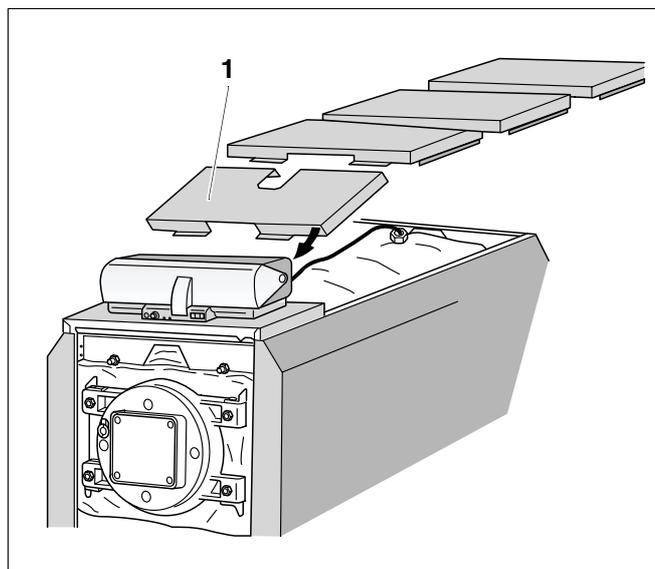

Fig. 20 Posare gli elementi di copertura della caldaia – illustrazione schematica
A partire da 400 kW, il secondo elemento della copertura ha un ritaglio (fig. 20, pos. 1), gli elementi posteriori sono uguali e vengono disposti con la piegatura rivolta verso il davanti.
- Appoggiare sciolti gli elementi di copertura della caldaia sul pannello laterale destro e sinistro (fig. 20).